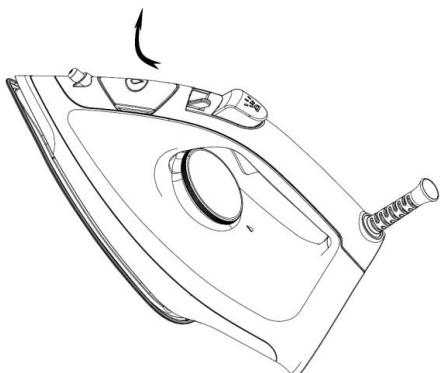
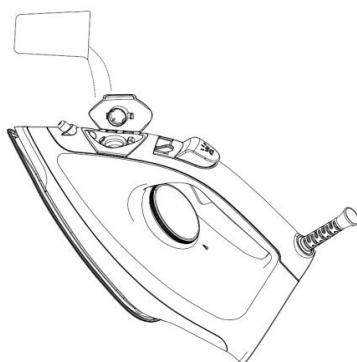

Fig.1
Fig.2
13.Ouvrez le couvercle d'arrivée d'eau (voir Fig. 1) et inclinez le fer à 30°. Versez une quantité appropriée d'eau dans le réservoir d'eau à l'aide d'une tasse à mesurer (voir Fig. 2). Il est préférable d'utiliser de l'eau pure ou de l'eau distillée contenant moins de particules de calcaire et de veiller à ce que l'eau ne dépasse pas la ligne de niveau d'eau maximale marquée sur le réservoir d'eau. Appuyez sur le couvercle d'arrivée d'eau pour le fermer. Un son de « clic » peut être entendu si le couvercle d'arrivée d'eau est bien fermé en position.